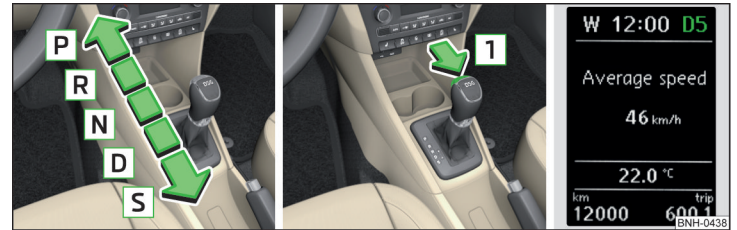

Abb. 102 Wählhebel / Sperrtaste / Displayanzeige
Bei eingeschalteter Zündung wird der Getriebemodus sowie der aktuell eingelegte Gang im Display angezeigt > Abb. 102.
Mit dem Wählhebel können die folgenden Modi eingelegt werden > Abb. 102.
Vor dem Einlegen des Modus **S** aus dem Modus **D** muss die Sperrtaste in Pfeilrichtung **T** » Abb. 102 gedrückt werden.
► Das Bremspedal durchtreten und gleichzeitig die Sperrtaste in Pfeilrichtung **T** » Abb. 102 auf Seite 111 drücken.
Der aktuell eingelegte Gang wird im Display » Abb. 102 auf Seite 111 angezeigt. ►
- › Die Sperrtaste in Pfeilrichtung  » Abb. 102 auf Seite 111 drücken und gedrückt halten.